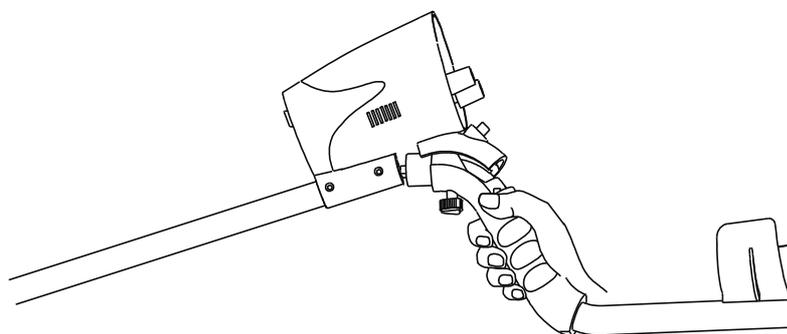

Abb. 1
1. Richten Sie das runde Plastikteil auf dem Griff mit der runden Einkerbung an der Unterseite des Schaltkastens aus (Abb. 1). Drücken Sie beide Teile fest zusammen.